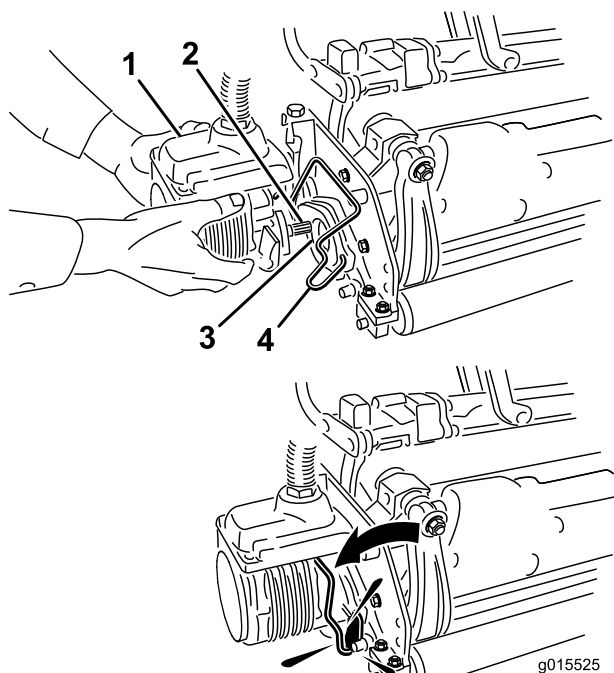

Рисунок 15
11. Нанесите на шлицевый вал электродвигателя режущего блока чистую консистентную смазку (Рисунок 15).
12. Вставьте электродвигатель в левую сторону режущего блока (если смотреть со стороны оператора) и вытягивайте фиксатор электродвигателя на режущем блоке в сторону электродвигателя до тех пор, пока не послышится щелчок с обеих сторон электродвигателя. (Рисунок 15).